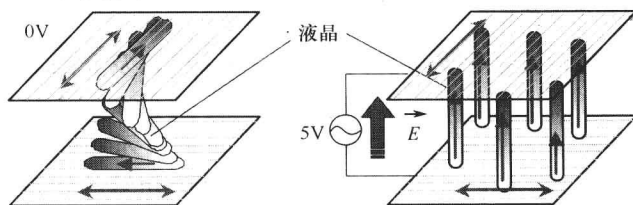

图 1-1 外加电场后液晶分子排列的变化及“电—光效应”
(2)液晶分子长轴方向的介电常数与短轴方向的介电常数是不同的,在外加电场作用下,液晶分子的排列状态会发生变化,如图 1-1 所示。这种由于外加电场的作用使液晶分子排列变化而引起液晶光学性质(透光度)改变的现象,称为液晶的“电—光效应”。利用液晶的“电—光效应”,可控制显示屏上每个像素的光强而形成所需图像或文字,从而制成液晶显示器件。